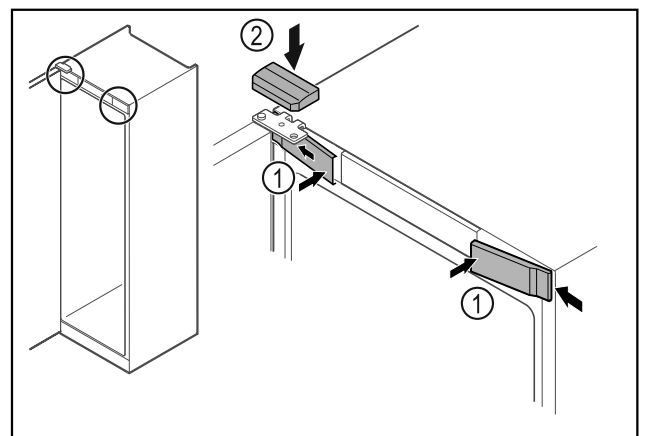

Fig. 27
- ▶ Agganciare le coperture anteriori Fig. 27 (1) di lato e innestarle.
- ▶ Innestare la copertura superiore Fig. 27 (2) dall'alto.